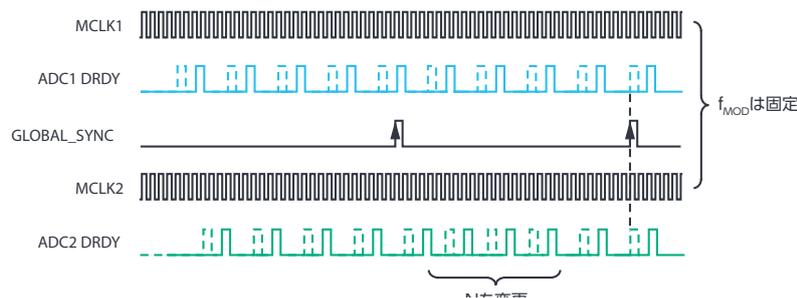

図 11. SRC を利用した再同期の方法。SRC は、全 ADC においてサンプリングの再同期を確立するために、オンザフライで ODR を調整します。
- ▶ 必要な数のデータ・レディを受信したら、 $N$  を再プログラムして、ODR を所望の値に戻します。これによって、図 11 に示すように、データ・フローを中断させることなく、 $\Sigma \Delta$  ADC とサブシステムの他の部分の同期がとれていることが保証されます。